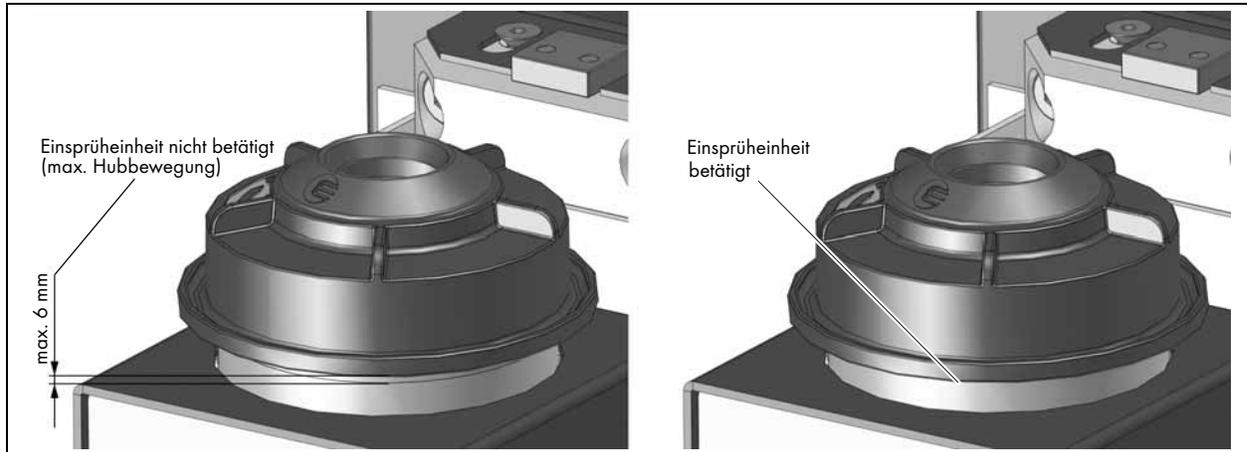

Abb. 13 Hubbewegung Einsprühinheit
- Beachten Sie den max. Hub der Einsprüheinheit (siehe Abb. 13 Hubbewegung Einsprüheinheit auf Seite DE-21)